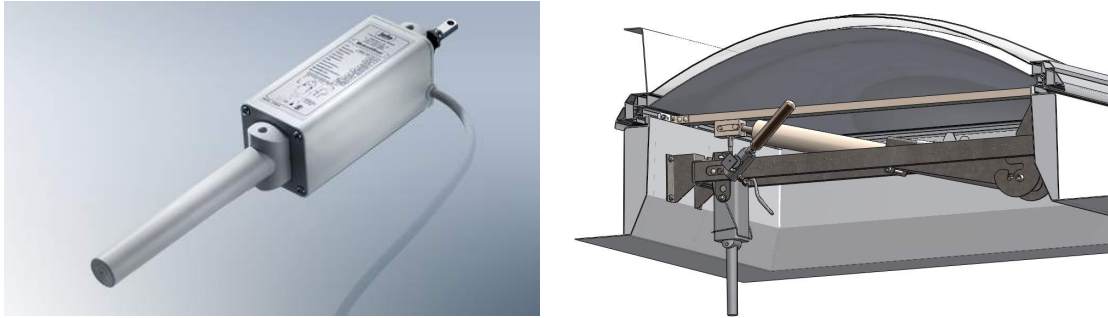

Рис. 1 Привод для естественной вентиляции тип EM-230V
1.1. Привод для естественной вентиляции EM-230V представляет собой подъемный механизм, в котором электрическая энергия преобразуется в механическую (Рис. 1). Используется в случаях, когда зенитный фонарь применяется в качестве естественной вентиляции.